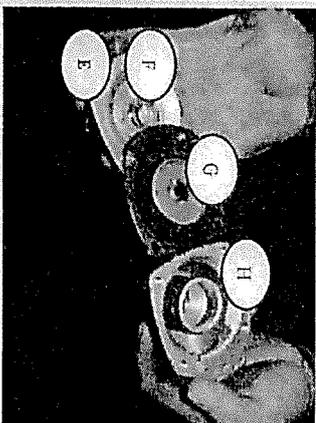

Fig. 6
6. Separare tutti i componenti come mostrato in Fig. 6, quindi verificare che la guarnizione (G) non sia danneggiata, che la molla (F) sia integra e posizionata correttamente e che il coperchio (E) non presenti fessure.
7. Sostituire, se necessario i pezzi danneggiati, e rimontare i componenti facendo attenzione che il foro di compensazione in ottone, posizionato sulla membrana, sia montato in corrispondenza degli appositi riscontri sull'interfaccia flangiata (H) e sul coperchio (E). Assicurarsi che la molla del coperchio (F) sia ben posizionata nell'apposita sede.